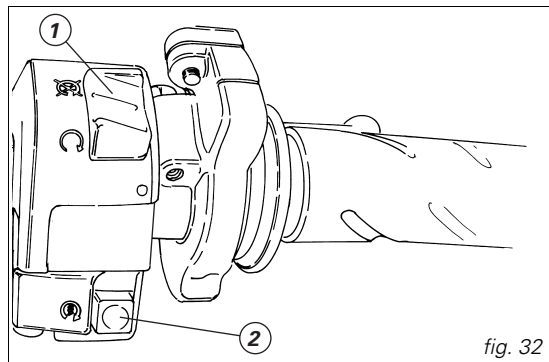

fig. 32
3) Certifique-se de que o interruptor de paragem (1, fig. 32) esteja na posição  (RUN) e pressione, em seguida, o botão de arranque (2, fig. 32).
Esta função permite o arranque servo-assistido do motor através da pressão e da libertação imediata do botão (2 fig. 32). A pressão do botão (2) comanda o arranque automático do motor durante um tempo máximo que varia em função da temperatura do motor.